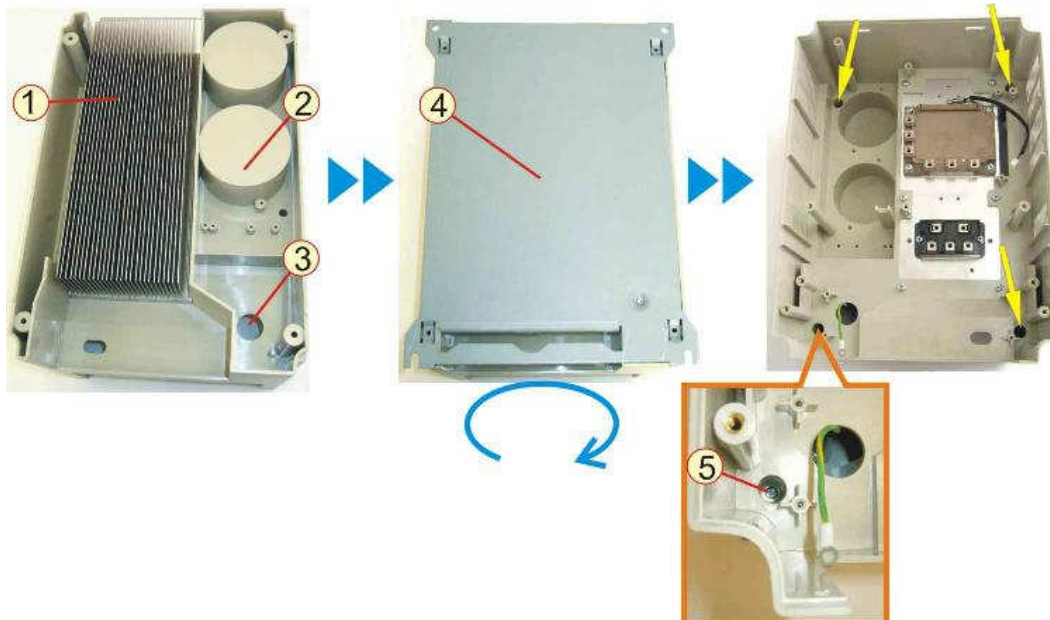

Рис.7.28
**7.16.2** Взять корпус с установленным на нем радиатором, установить на рабочем столе так, чтобы ребра радиатора были обращены вверх (рис.7.28).
**7.16.3** Установить опорную панель 4 на корпус, при этом заземляющий провод пропустить в отверстие 3 (рис.7.28).
**7.16.5** Вкрутить четыре винта 5 в углубления корпуса (рис.7.28).